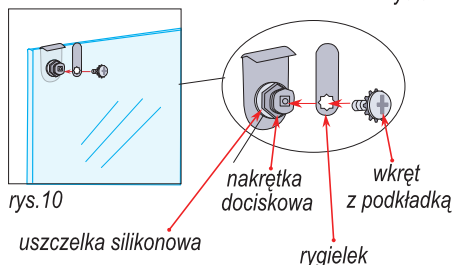

rys.9
1. Zamek z szyldem włożyć w otwór $\varnothing 20$ w skrzydle drzwiowym od zewnętrznej strony. (rys.9)